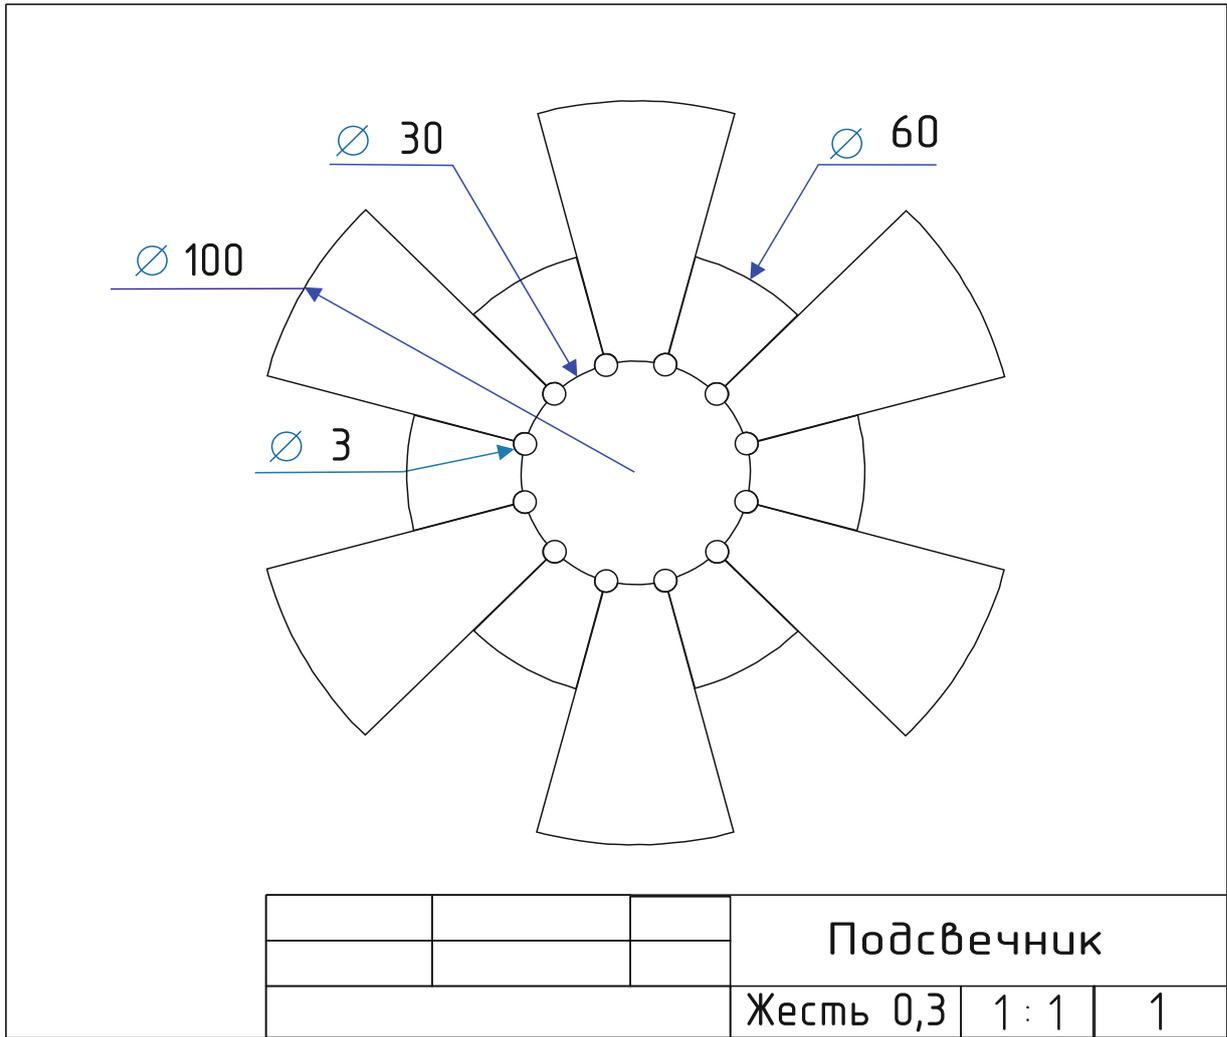

Рис. 1. Чертеж Подсвечник
2. По чертежу изготовить подсвечник (рис. 1).